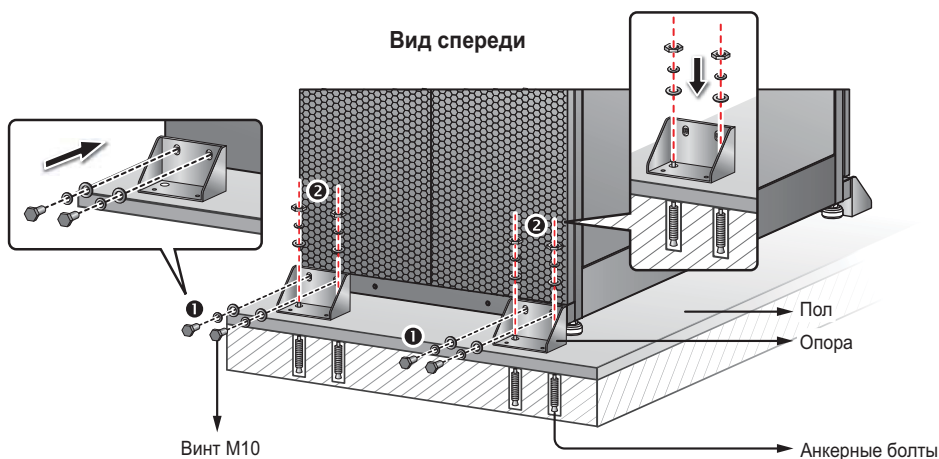

Рис. 5-3. Установка опор сзади
- 4 Торцевым ключом на 16 мм отверните 4 винта M10 ❶ и снимите с поддона две опоры, фиксировавшие ИБП при транспортировке. Прикрепите две опоры этими винтами к ИБП спереди. Для фиксации ИБП прикрепите опоры к полу анкерными болтами ❷ с гайками. Анкерные болты приобретаются отдельно. См. **Рис. 5-3**.